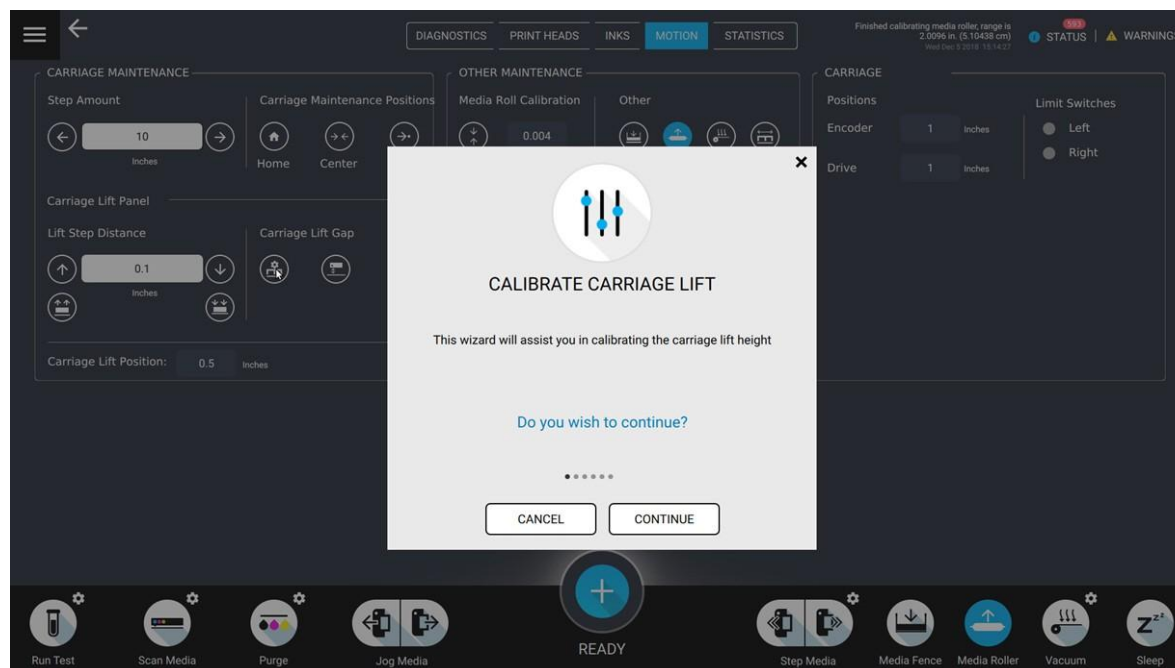

Рисунок 4-3: Калибровка лифта каретки
1. На вкладке **Motion** нажмите кнопку **Calibrate Carriage Lift Height**. Запустится мастер настройки Calibrate Carriage Lift, Рисунок 4-3.